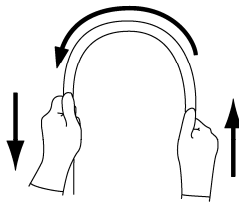

図 1
- 4.挿入部を両手で持ち、全長にわたって図 1 に示すように順次半円の頂点をずらすように曲げたときに、適切な軟らかさを有しており、軟らかさが不連続になっているなどの異常がないこと。